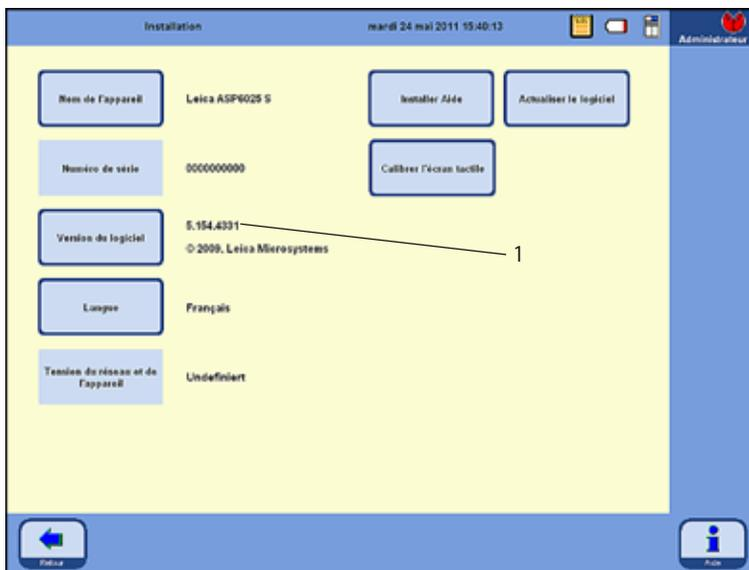

Fig. 72
Le numéro de série de l'instrument et la version actuelle du logiciel ont été entrés en usine et ne sont pas modifiables. Les données indiquées à la fig. 72 sont fournies à titre d'exemple seulement. La version logicielle installée sur l'appareil peut être identifiée, tel qu'illustré à la fig. 72, pos. 1.